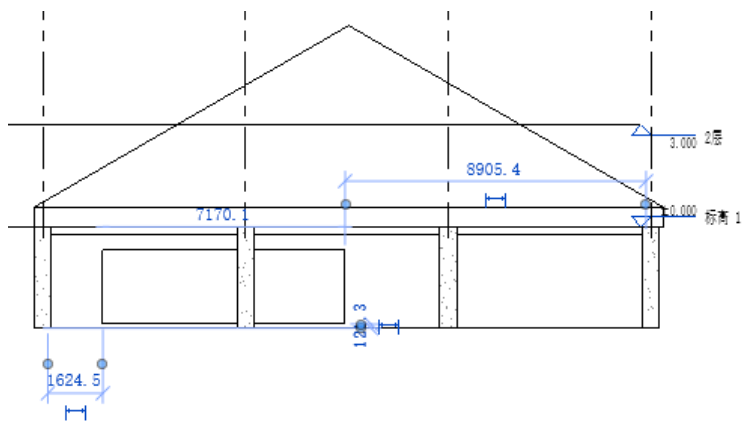

图 12-48 绘制矩形洞口
(3) 在墙上单击确定矩形的起点, 然后移动鼠标指针到适当位置单击确定矩形对角点, 绘制一个矩形洞口, 如图 12-48 所示。